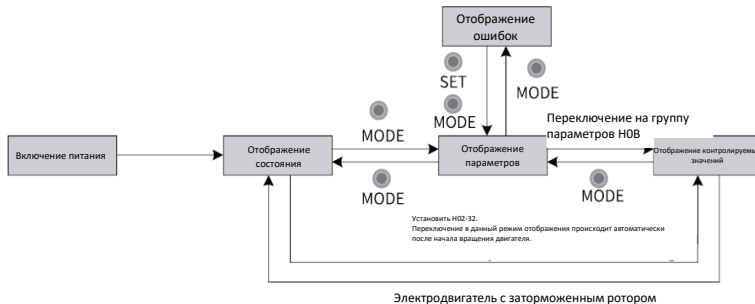

Рис. 1-2. Переключение между разными режимами отображения
- Для переключения между разными режимами на основе условий, показанных на рис. 1-2 на стр. 12, используется кнопка «MODE» (РЕЖИМ).